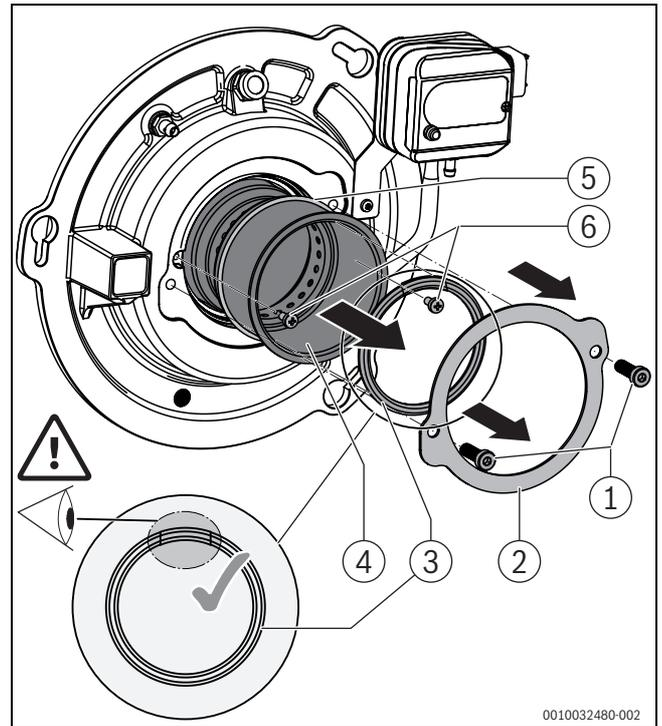

Bild 76 Brennerrohr austauschen
- ▶ Dichtung D81 verwenden. Darauf achten, dass die Nahtstelle der Dichtung in 12-Uhr-Position eingebaut wird (→Bild 76, Seite 41).
Um das Brennerrohr auszutauschen (→Bild 76):